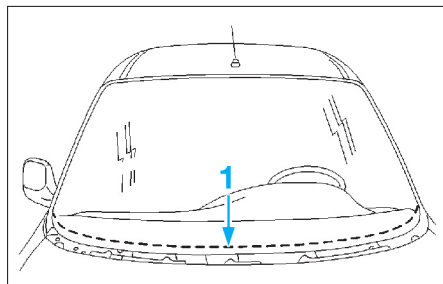

FIG. 2
- Découper le cordon dans la partie inférieure du pare-brise (1) (Fig.2).